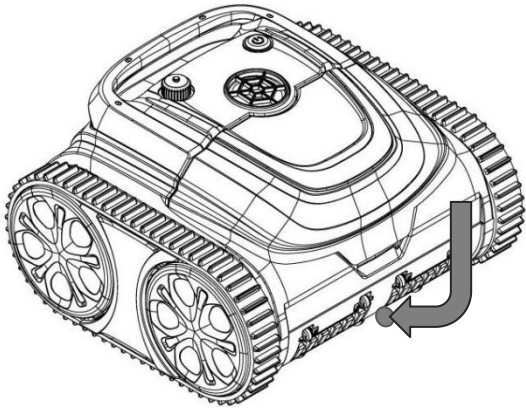
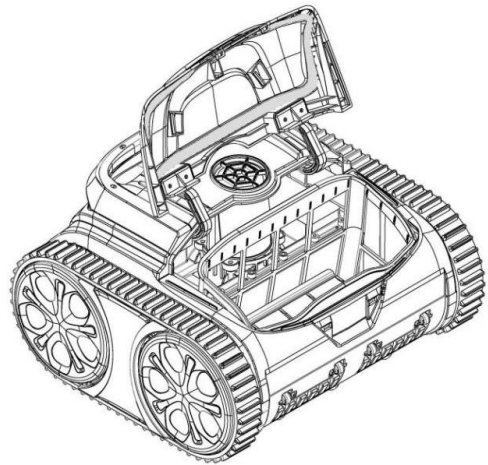

Рисунок 4-1
Рисунок 4-2
4.3.1 Извлеките корзину фильтра: откройте крышку вручную в соответствии с изображением на рисунке (Рисунок 4-1), корзина фильтра изображена на рисунке (Рисунок 4-2).